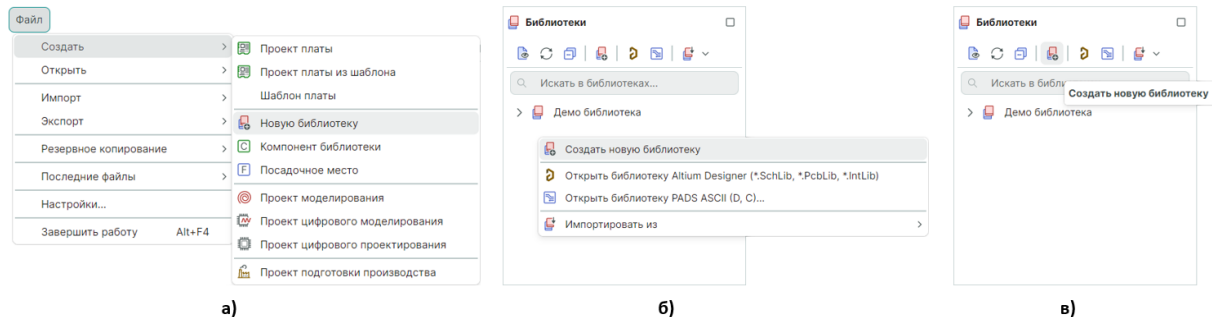

Рис. 3 Создание библиотеки
2. Выполните любым из способов команду «Создать новую библиотеку», см. Рис. 3: